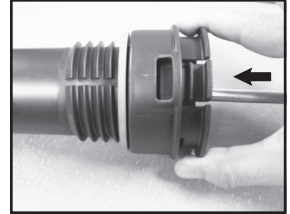

Figura 5
5. Introduzca la manija de la bomba en el cilindro. Alinee las lengüetas de la tapa de la bomba con los cortes rectangulares del cilindro. Presione la tapa hasta que encaje a presión en su posición. **(Vea la figura 5).**